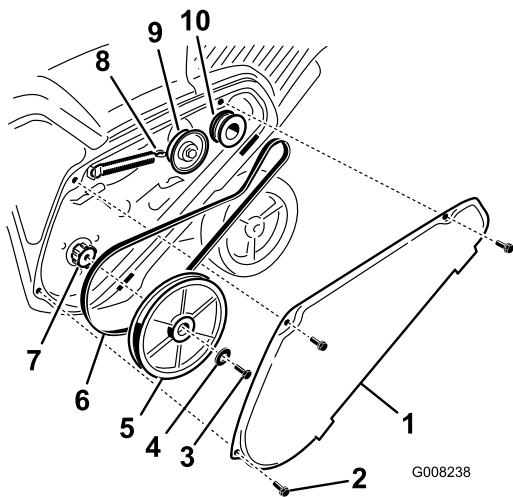

Figure 31
1. Enlevez le couvercle de la courroie d'entraînement après avoir retiré les 3 boulons comme montré à la Figure 31.
2. Décrochez le ressort de frein du bras de la poulie de tension pour détendre la courroie (Figure 31).
3. Enlevez la vis et la rondelle bombée qui retiennent la poulie de rotor (Figure 31).
4. Retirez la poulie de rotor et la courroie d'entraînement (Figure 31).
**Remarque:** Acheminez la courroie neuve autour de la poulie du moteur, puis de la poulie de tension, et enfin autour de la poulie de rotor desserrée, située juste au-dessus de l'arbre de rotor (Figure 31).
6. Montez la poulie de rotor sur l'arbre de rotor (Figure 31).
7. Montez la rondelle bombée et le boulon de fixation de la poulie de rotor, et serrez-les solidement (Figure 31).